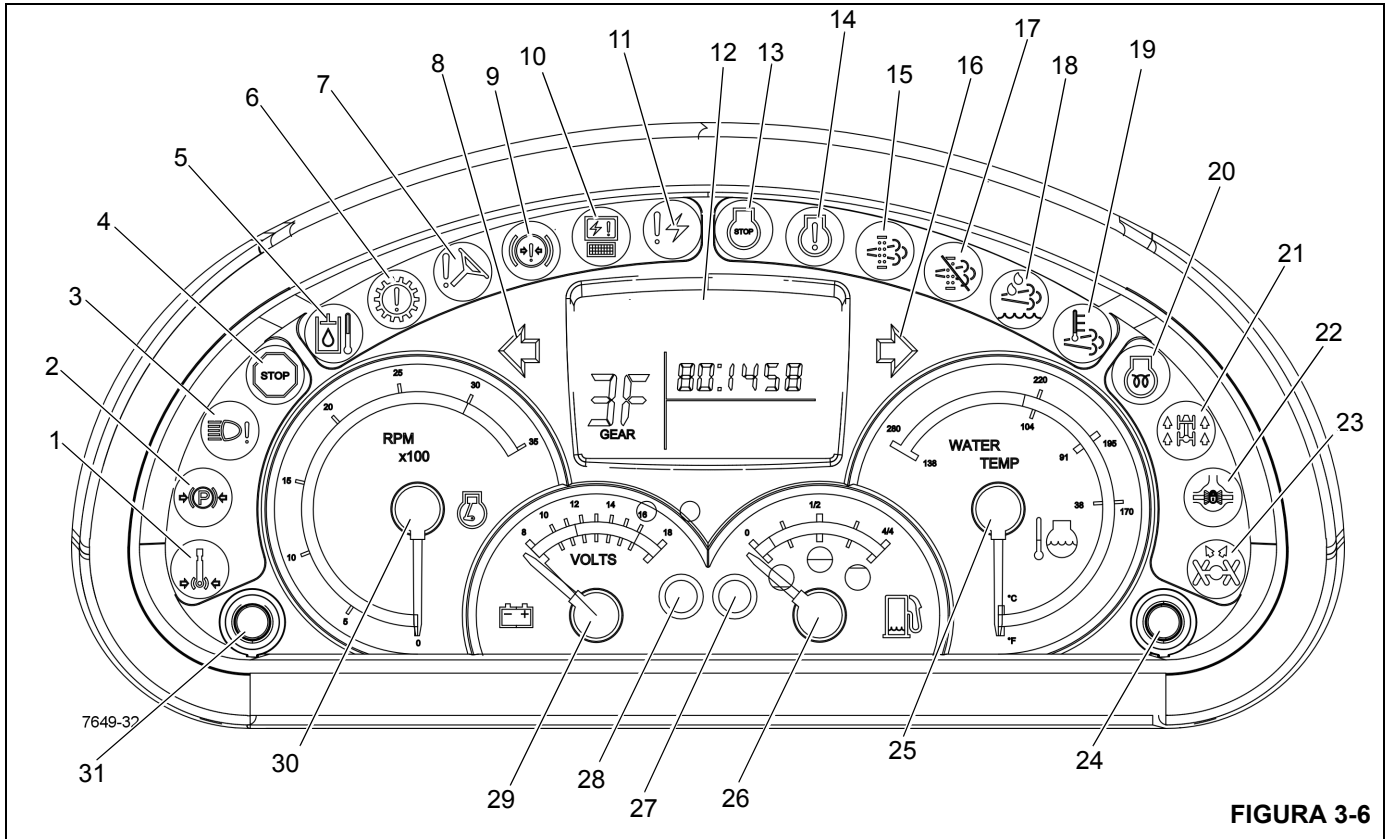

FIGURA 3-6
Números dos itens da Figura 3-6
O indicador do freio de giro acionado (1) (Figura 3-6) localiza-se no mostrador de indicadores da coluna de direção. Ele acende em vermelho quando o freio de giro do motor de giro da plataforma rotativa estiver acionado impedindo a rotação da superestrutura do guindaste.
O indicador do freio de estacionamento acionado (2) (Figura 3-6) localiza-se no mostrador de indicadores da coluna de direção. Ele acende em cor vermelha quando o freio de estacionamento for acionado.
O indicador de defeito nos faróis (3) (Figura 3-6) localiza-se no mostrador de indicadores da coluna de direção. Ele acende em âmbar quando os faróis dianteiros do guindaste estiverem defeituosos.
O indicador de parada de emergência (4) (Figura 3-6) localiza-se no mostrador de indicadores da coluna de direção. Ele acende em vermelho quando a chave de parada de emergência for pressionada (consulte *Chave de parada de emergência*, página 3-16) e uma campainha de aviso é acionada.
O indicador de temperatura do óleo hidráulico alta (5) (Figura 3-6) localiza-se no mostrador de indicadores da coluna de direção. Ele acende em vermelho quando a temperatura do óleo hidráulico ultrapassar 200°F (93°C); uma campainha de atenção também é acionada. Quando este indicador acender, apoie a carga o mais rápido possível, desligue o motor e tente identificar a causa da alta temperatura do óleo hidráulico.
O indicador de atenção da transmissão (6) (Figura 3-6) localiza-se no mostrador de indicadores da coluna de direção. Ele acende em vermelho quando a temperatura do óleo da transmissão estiver alta. Uma campainha de atenção também soará.
O indicador de baixa pressão da direção (7) (Figura 3-6) localiza-se no mostrador de indicadores da coluna de direção. Ele se ilumina com a cor vermelha quando a pressão hidráulica está baixa. Uma campainha de atenção também soará.
O indicador da sinaleira direcional esquerda (8) (Figura 3-6) localiza-se no mostrador de indicadores da coluna de direção. É uma luz em forma de seta verde que pisca quando a alavanca da sinaleira direcional é empurrada para baixo ou a chave das luzes de PERIGO é posicionado em ON.
O indicador de pressão do freio de serviço baixa (9) (Figura 3-6) localiza-se no mostrador de indicadores da coluna de direção. Ele acende em vermelho quando a pressão na válvula de carga do acumulador duplo cai abaixo dos requisitos normais de operação. Uma campainha de atenção também soará.
O indicador do módulo eletrônico (10) (Figura 3-6) localiza-se no mostrador de indicadores da coluna de direção. Se qualquer dos módulos eletrônicos estiver off-line e sem comunicação com o sistema, o indicador acende em vermelho.
O indicador de diagnóstico do sistema eletrônico (11) (Figura 3-6) localiza-se no mostrador de indicadores da coluna de direção. O indicador é uma luz vermelha usada para detecção e resolução de problemas no sistema CAN-BUS.
O mostrador de LCD (12) (Figura 3-6) localiza-se no mostrador de indicadores da coluna de direção. O mostrador indica a marcha em uso, códigos de falha e a versão do software principal.
O indicador de parada do motor (13) (Figura 3-6) localiza-se no mostrador de indicadores da coluna de direção. Ele acende em vermelho quando um sinal é enviado do ECM do motor. Além disso, uma campainha de atenção também soará.
O indicador de atenção do motor (14) (Figura 3-6) localiza-se no mostrador de indicadores da coluna de direção. Ele acende em âmbar quando um sinal é enviado do ECM do motor.
O indicador do DPF (Filtro de particulado do motor) (15) (Figura 3-6) localiza-se no mostrador de indicadores da coluna de direção. Este indicador acende em âmbar quando o filtro de particulado do motor encher de fuligem e necessitar de limpeza.
O indicador da sinaleira direcional direita (16) (Figura 3-6) localiza-se no mostrador de indicadores da coluna de direção. É uma luz verde em forma de seta que pisca quando a alavanca da sinaleira direcional é empurrada para baixo ou a chave da luz de perigo é ligada.
O indicador de inibição da regeneração (17) (Figura 3-6) localiza-se no mostrador de indicadores da coluna de direção. Quando a chave de regeneração (9) (Figura 3-4) estiver na posição de inibição da regeneração, o indicador âmbar acende e a regeneração ativa e manual é impedida.
O indicador do DEF (Fluido do escape de diesel) (18) (Figura 3-6) localiza-se no mostrador de indicadores da coluna de direção. O indicador possui quatro estágios diferentes que serão acionados pelo sensor do nível de fluido no tanque do DEF:
O indicador de HEST (Temperatura do sistema de escape alta) (19) (Figura 3-6) localiza-se no mostrador de indicadores da coluna de direção.